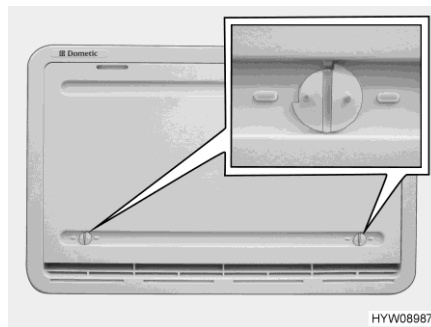

Bild 159 Vinterskydd
**Vinterskydd** När kylskåpet ska vara i drift vid låga utetemperaturer, rekommenderar tillverkaren användning av ett vinterskydd (Bild 159) för kylskåpets ventilationsgaller.
- Öppna båda lås (Bild 159) (noten står horisontellt).